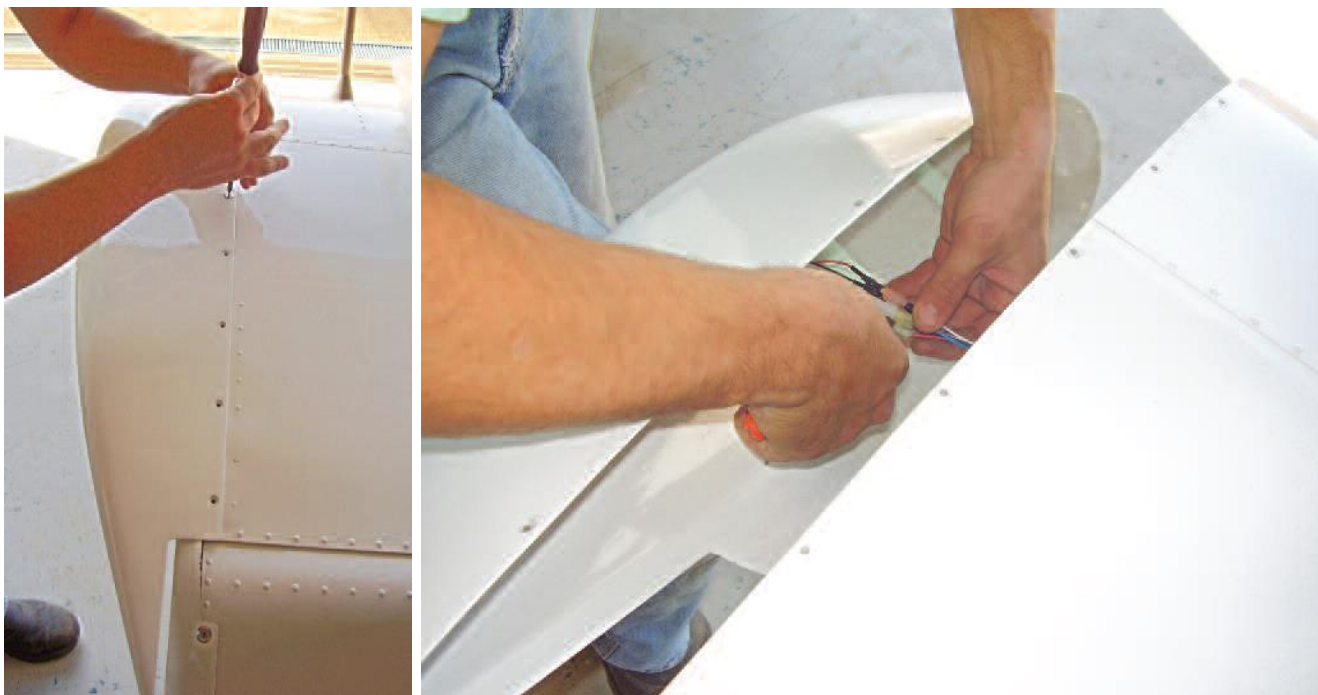

Figura 57.20.3 – Remoção da ponta de asa.
1. Remover todos os parafusos MS246693-C28 que fixam a ponta de asa na extremidade da asa conforme a figura 57.20.3. Utilizar uma chave Phillips ¼"x6".
2. Remover a abraçadeira que fixa a conexão das luzes de navegação, conforme a figura 57.20.3. Utilizar um alicate de corte;